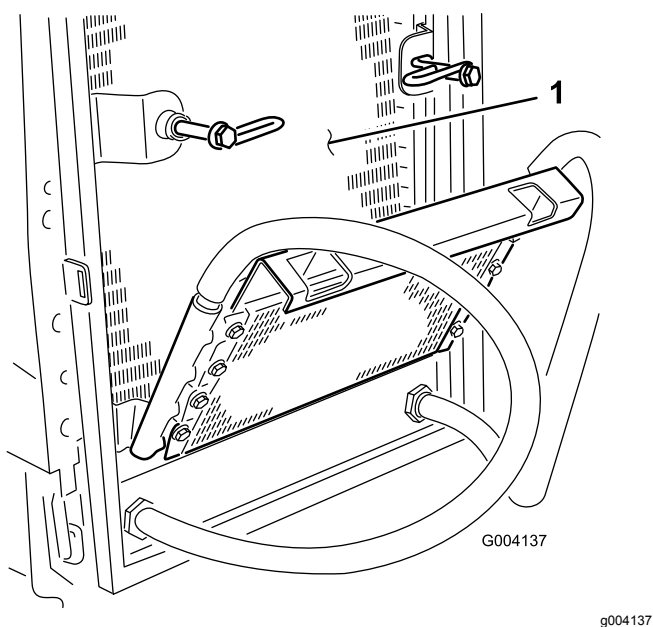

Figura 64
- Limpe os dois lados do dispositivo de arrefecimento de óleo e o radiador (Figura 64) com ar comprimido.